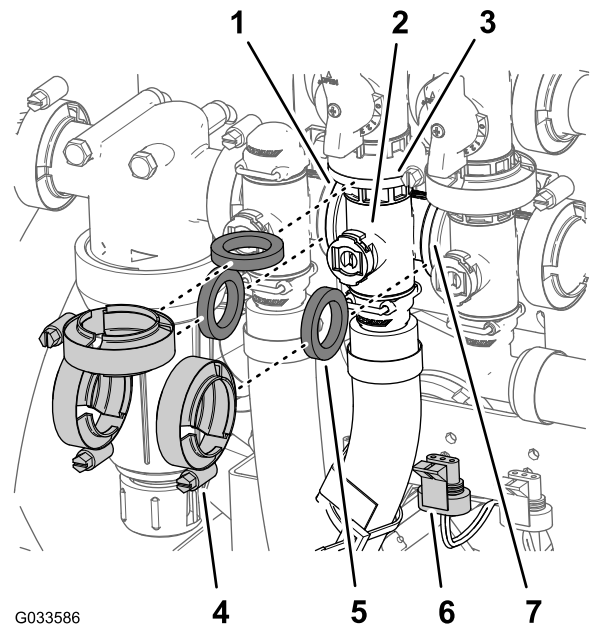

Bild 115
- Entfernen Sie die drei Flanschklammen und drei Dichtungen, mit denen der Verteiler für das Rührwerkventil (Bild 115) am Rührwerksicherheitsventil, Dosierungsregelventil und Hauptauslegerventil befestigt ist.